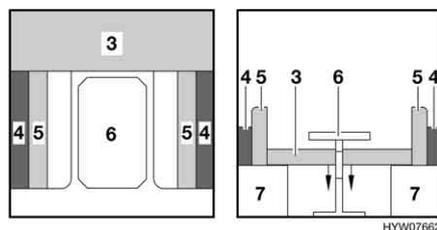

Fig. 93 Durante la trasformazione
- Sistemare i cuscini del divano (Fig. 93,5).
- Trasformare il tavolo (Fig. 93,6) in struttura di supporto letto (vedi paragrafo 6.12).